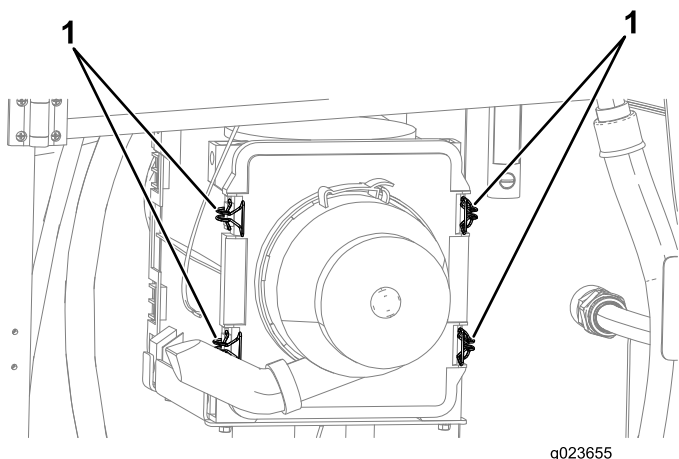

Bild 85
5. Ziehen Sie die vier Riegel für die Luftfilterabdeckung nach außen (Bild 85).
4. Schieben Sie die Luftfilterabdeckung nach innen, bis sie fest sitzt, und befestigen sie mit den Riegeln (Bild 85).